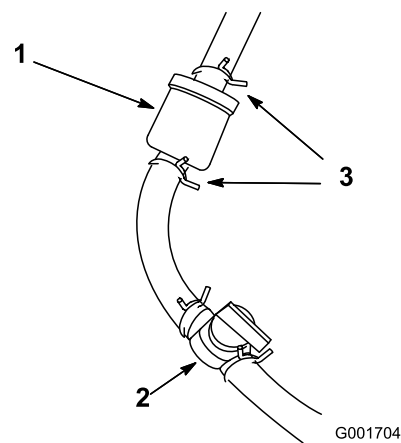

図 45
1. 燃料バルブを閉じる 図 45。
2. フィルタの下に回収容器を置き、フィルタのキャブレタ側のホースクランプをゆるめて燃料ラインからフィルタを外す(図 45)。